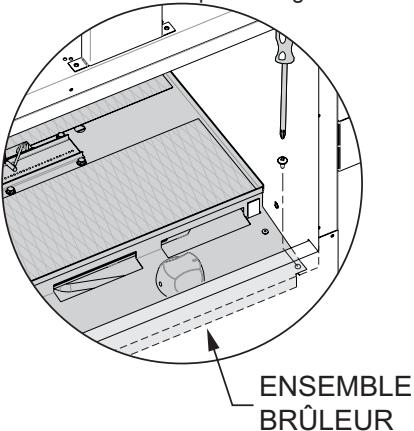

Figure 15
- c. Retirer les deux vis des coins avant du panneau de contrôle avec un tournevis Phillips. Voir figure 15.